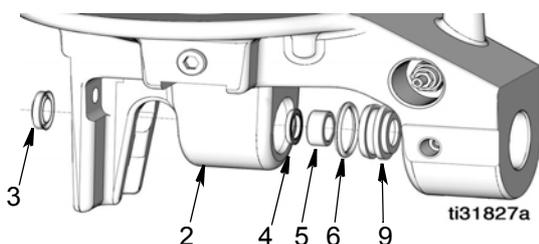
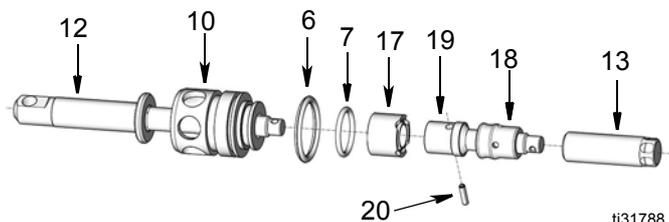

FIG. 19
FIG. 20
- Desmonte del molde fundido de la base de la bomba (2) el cilindro de la bomba (11) y el conjunto de la varilla de pistón.
- Inspeccione el sello del rascador en H (3) en busca de desgaste o daños. Si está dañado o desgastado, retírelo de la base de la bomba (2) (FIG. 19).
- Retire el retén de junta (9) de la base de la bomba (2). Quite el sello de copa en U (4), la junta tórica (6) y el cojinete (5) del retén de junta (FIG. 19).
- Separe del cilindro de la bomba (11) el conjunto de la varilla de pistón.
- Quite el pasador del resorte (20) que sujeta la varilla de pistón (19) a la varilla de pala (12). Desenrosque la varilla de pistón para separarla de la varilla de pala (FIG. 20).